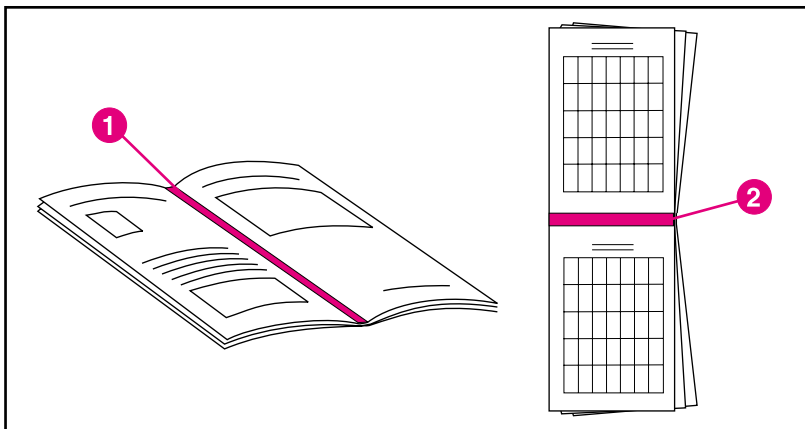

图 3-4
- 6 按 **VALUE**（数值），选择 LONG EDGE（长边）或 SHORT EDGE（短边）装订（请参阅 图 3-4）。
- *长边（书籍）装订*，这是书籍装订中的常用布局。（请参阅 图 3-4 内的 1。）
- *短边（便签）装订*，这是日历装订中常用的类型。（请参阅 图 3-4 内的 2。）